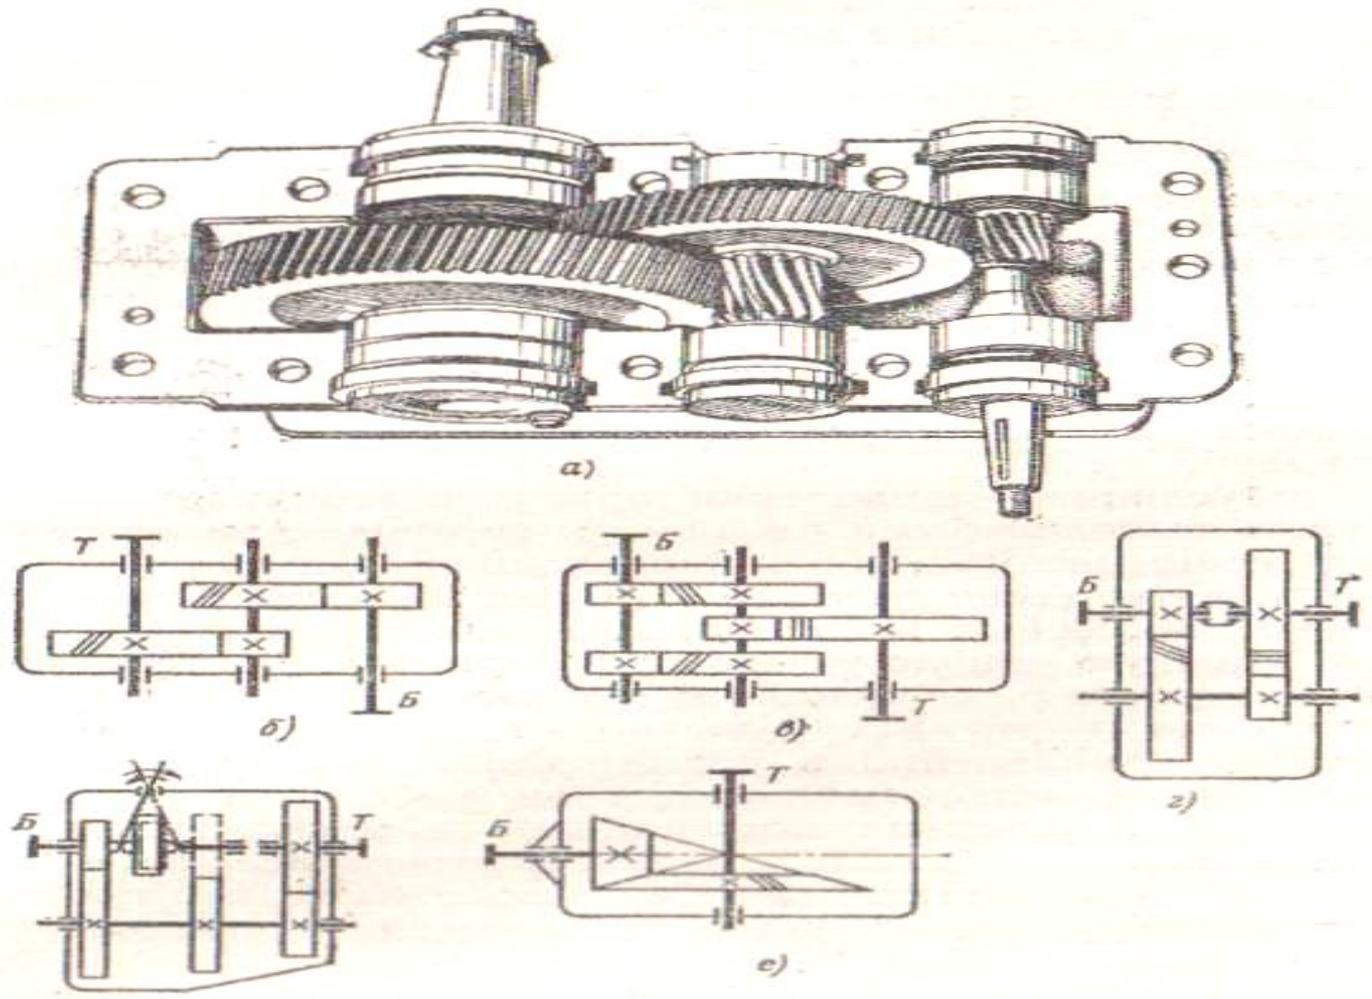

Рис.1
- **В конспект зарисовать рис.1 (только кинематические схемы) и рис.5 а**
- *По расположению осей валов в пространстве различают редукторы с параллельными, соосными, пересекающимися и перекрещивающимися осями входных и выходных валов. При этом могут быть различные варианты выхода выступающих концов валов относительно корпуса редуктора (см. рис. 1)*